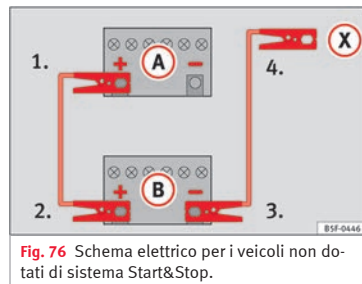

Fig. 76 Schema elettrico per i veicoli non dotati di sistema Start&Stop.
2. Collegare un'estremità del cavo di emergenza **rosso** al polo positivo (+) del veicolo con la batteria scarica **A** » fig. 76.
4. Nei veicoli senza sistema Start/Stop: collegare un'estremità del cavo **nero** di emergenza al polo negativo (-) del veicolo che eroga la corrente **B** » fig. 76.